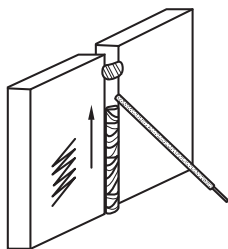

Figura 3
**b.** Avance haciendo oscilar el electrodo con movimiento zig-zag (figura 3).